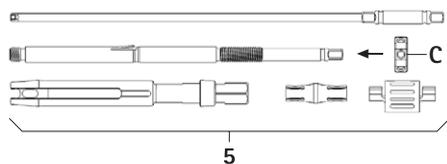

Rys. 9
- ▶ Zamontować dźwignię do nastawiania 4, patrz Rys. 9.